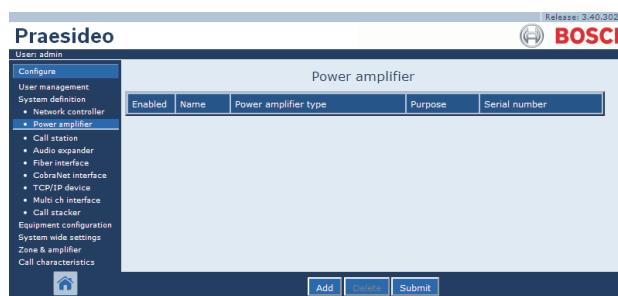

figura 43.4: Adicionar um amplificador de potência, passo 1
- 1 Vá para *Configure > System definition > Power amplifier*. Aparece um ecrã semelhante ao da figura 43.4 na moldura principal da interface da Web.